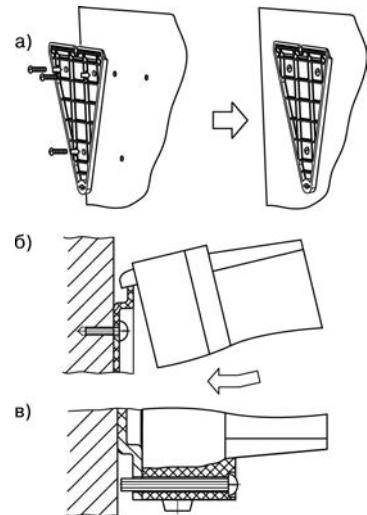

Рисунок 7.1 – Установка прибора настенного крепления
- 1) Кронштейн закрепляется тремя винтами M4 на поверхности, предназначенной для установки прибора (см. Приложение А и рисунок 7.1, а).
- 2) Крепежный уголок зацепляется на задней стенке прибора за верхнюю кромку кронштейна (рисунок 7.1, б).
- 3) Прибор прикрепляется к кронштейну винтом из комплекта поставки (рисунок 7.1, в).